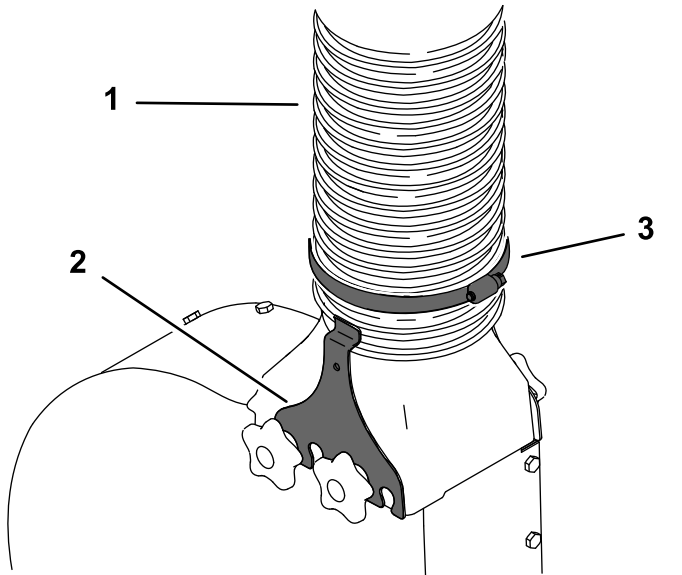

Figura 1
1. Desaperte a braçadeira de tubos e braçadeiras do soprador e retire o tubo do conjunto do soprador (Figura 1).